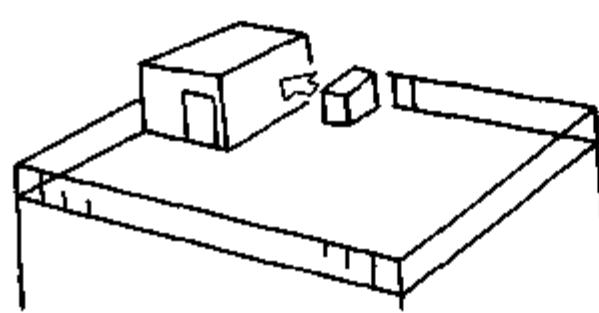

图 7-59 室外机安装位置(一)
(1) 附近有墙壁时，把出口朝墙壁并和墙壁保持约 100cm 的距离，如图 7-59。